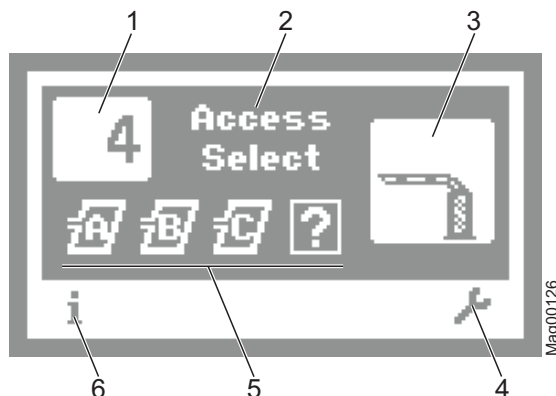

Imagen 48: Ejemplo "Vista funcional"
1. Se muestra la vista funcional. → Véase página 108, Imagen 48.